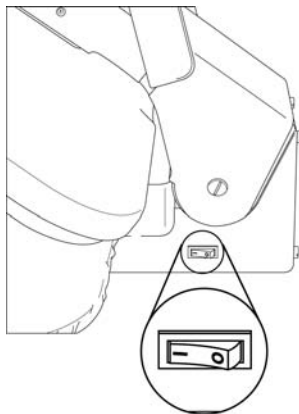

FIGURE 1
1. Avec la Plaque de Repassage en position 'levée', branchez le cordon électrique dans la prise de courant électrique, et mettez l'Interrupteur Marche/Arrêt en position "Marche" (I) (FIGURE 1).
IMPORTANT: L'Arrêt Automatique n'indique pas que l'alimentation électrique destinée à l'unité est complètement coupée. L'appareil est toujours en fonctionnement, et le Voyant Puissance reste allumé jusqu'à ce que l'Interrupteur Marche/Arrêt soit mis en position "Fermée" (O) (FIGURE 1, page 7).